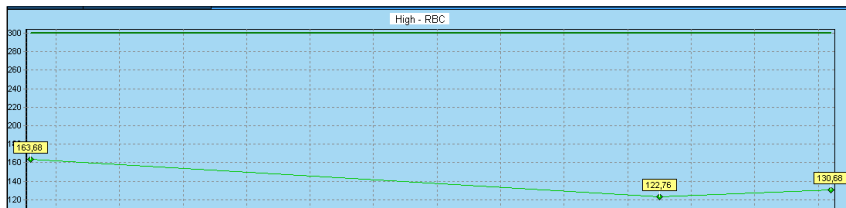

Figura 70. Ejemplo de diagrama de control de calidad. El eje x representa el tiempo y el eje y, los valores de los resultados de medición.
5. Pulse las pestañas **Low diagrams** y **High diagrams** del menú **Quality control** para visualizar las gráficas de control. Seleccione el periodo de revisión y pulse **Show** para representar gráficamente los resultados de los controles de sedimento del intervalo seleccionado (véase Figura 70). Pulse el botón **Labels on/off** para alternar la visualización de las etiquetas con los valores de los resultados. Marque o desmarque las casillas en la tabla de resumen (esquina superior izquierda) para mostrar u ocultar un lote de control específico.